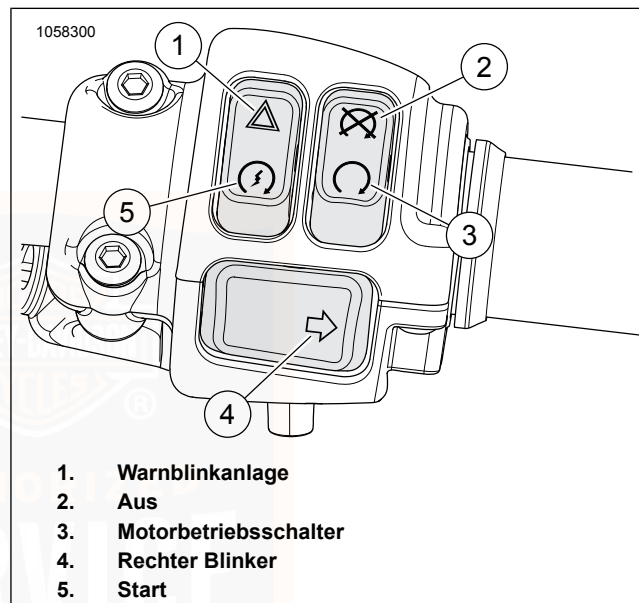

Abbildung 34. Rechte Regelungsschalter
2. Siehe Abbildung 34. Den Motorbetriebsschalter in die BETRIEB-Stellung (3) schalten.